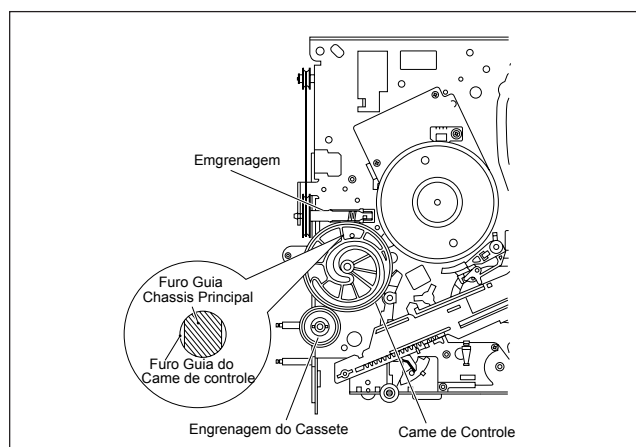

Fig. 2-2-13c
- (2) Gire a engrenagem sem-fim até o furo guia do came de controle esteja exatamente alinhado com o furo de do mecanismo. (Veja Fig.2-2-13c.)